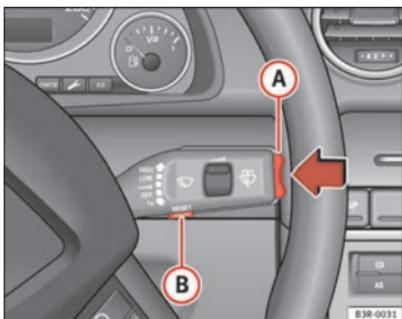

Fig. 63 Palanca del limpiaparabrisas: Tecla Reset y selector
Funciones de la tecla **Reset** (B) ⇒ fig. 63 y del **selector** (A).